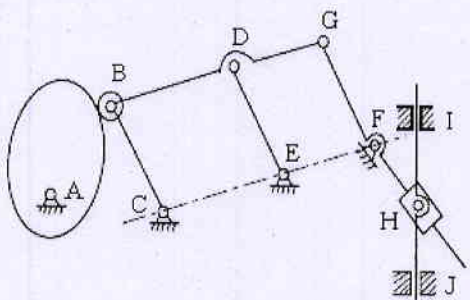

图 1 (题二、1 图)
1. (15分) 如图 1 所示的平面机构，已知：BC//DE//GF，且BC=DE=GF，试计算此机构的自由度。若存在复合铰链、局部自由度及虚约束，请指出。